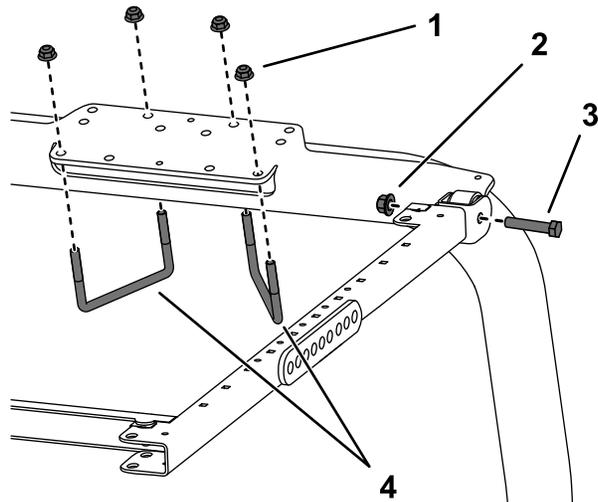

図 28
7. ROPS 取り付けブラケットを、トラクションユニット ROPS の上部にセットする 図 28。ROPS が ROPS 取り付けブラケットの中央にあることを確認してください。
8. 図 28 に示されている取り付け穴を利用して、ROPS 取り付けブラケットを ROPS 上部に固定する Uボルト 4 7/8 x 4" 2 本とフランジナット 4 個を使用する。